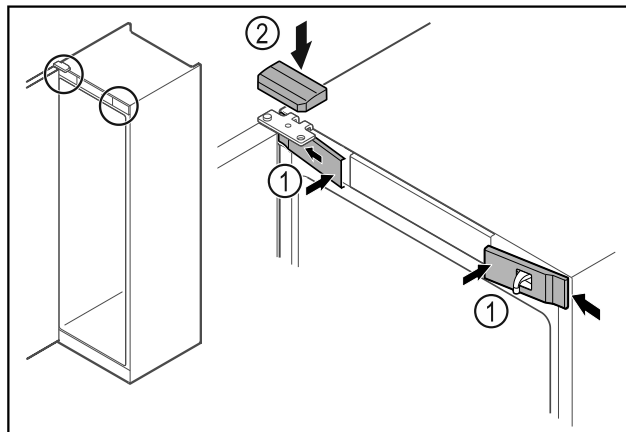

Fig. 50
- ▶ Acroșați apărătorile frontale Fig. 50 (1) lateral și fixați-le în poziție.
- ▶ Fixați în poziție apărătoarea superioară Fig. 50 (2) de sus.